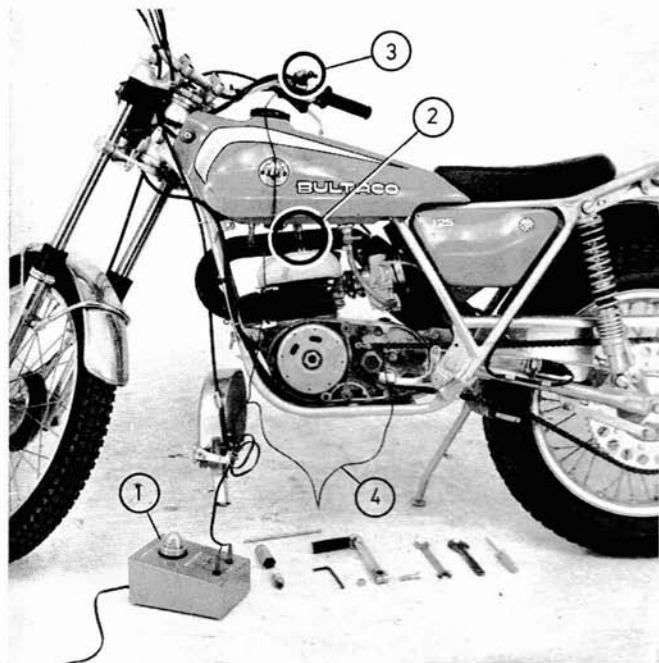

Fig. 16
3. Reglaje del ruptor. Esta regulación se efectúa a través de la primera ventana del volante magnético al girar éste hacia la izquierda (fig. 16). La superficie de los contactos debe ser plana y limpia, sin oxidaciones.
3. Réglage du rupteur. Le réglage s'effectue à travers la première fenêtre du volant magnétique, en tournant celui-ci vers la gauche (fig. 16). La surface des contacts doit être plane et prope, sans oxydation.
3. Points setting. The points are set through the first window of the magnetic flywheel on rotating it to the left (Fig. 16). The points should have a flat, clean surface, free from pitting.